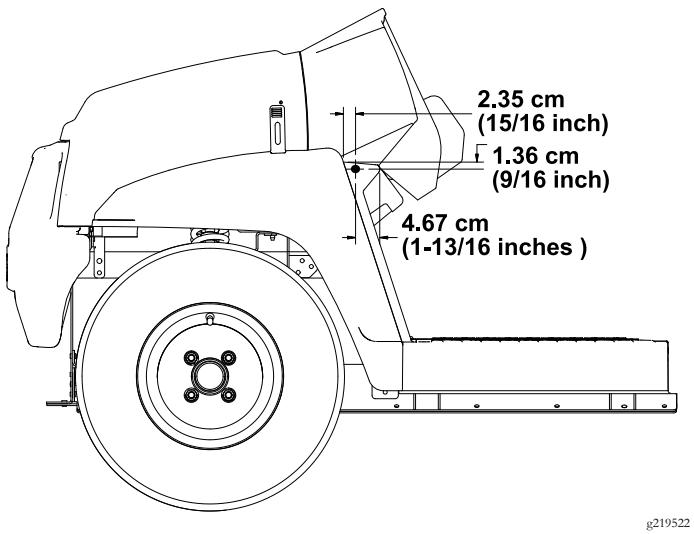

图24
2. 使用图24中所示的尺寸在机器左侧的脚踏板外侧钻1个孔5/16英寸。